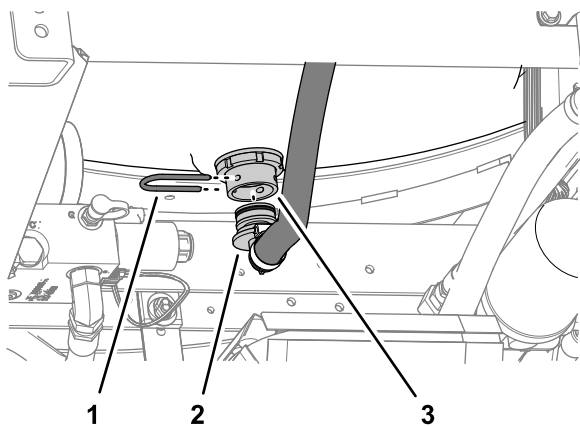

Figure 3
3. Au fond du réservoir de rinçage, retirez l'étrier qui fixe le raccord à 90° du flexible d'alimentation au raccord de traversée (Figure 3).
4. Détachez le raccord à 90° du raccord de traversée (Figure 3).